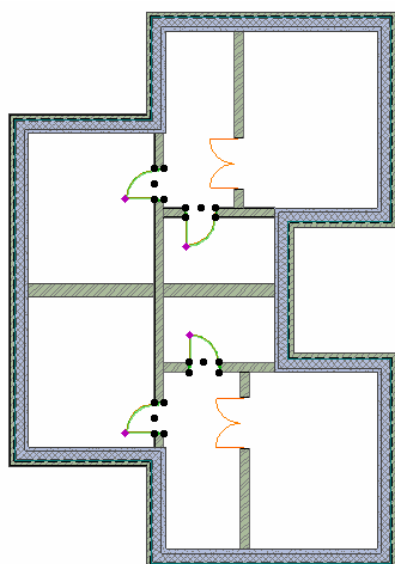

Рис. 70
6. Выделите одинарные двери на плане этажа (рис. 70).